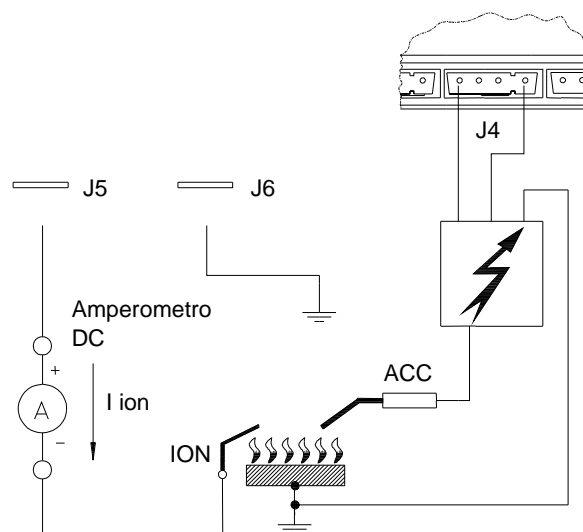

Fig. 5
- il livello del segnale di fiamma sia sufficientemente elevato (vedere Fig.5 per la realizzazione della misura);